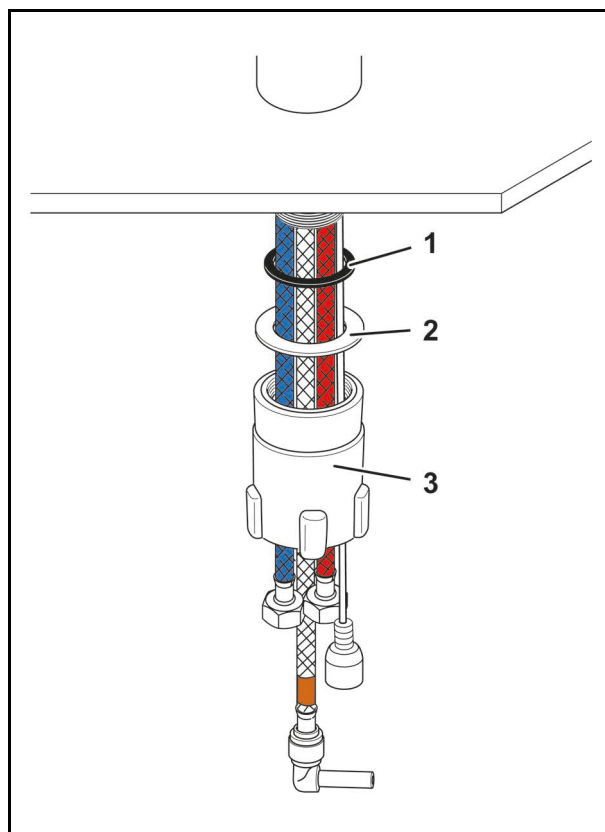

Abb. 19
2. Lösen Sie die Montagehülse (Abb. 19/3) vom Gewinde der Armatur.
3. Entfernen Sie die Montagehülse (Abb. 19/3).
4. Entfernen Sie die Dichtung (Abb. 19/1) und die Unterlegscheibe (Abb. 19/2).